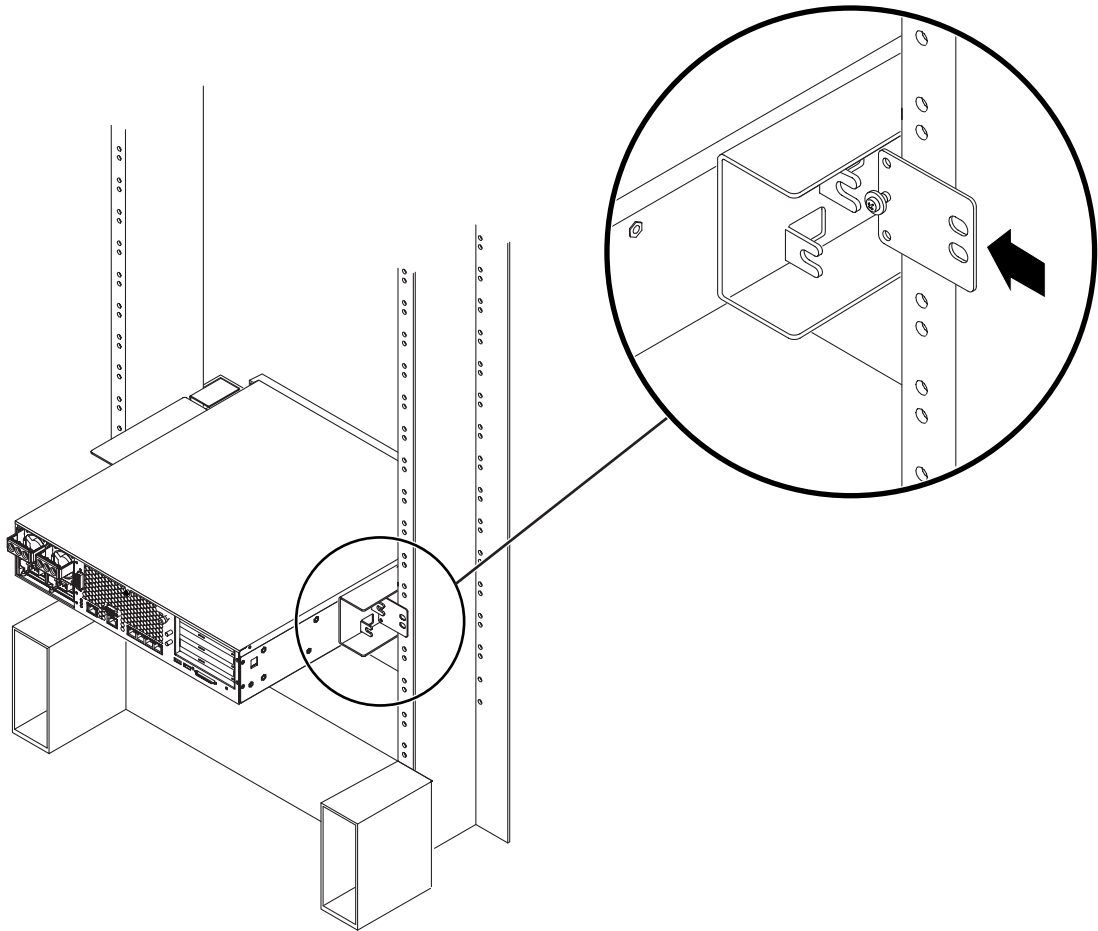

FIGURA 3-28 Instalación de la placa trasera en el soporte lateral
- b. Deslice la placa trasera hacia adentro de manera que el tornillo encaje en una de las aberturas; la cabeza del tornillo debe encarar la parte posterior del servidor y el otro lado de la placa trasera ha de quedar enfrentado al poste del bastidor (FIGURA 3-28).
- c. Apriete el tornillo para fijar la placa trasera en el orificio del soporte lateral (FIGURA 3-28).